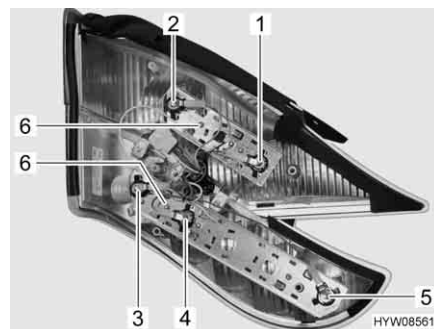

Fig. 171 Luci posteriori (lato posteriore)
- Svitare le due viti Torx (Fig. 171,6) del listello di supporto interessato sul lato posteriore dell'alloggiamento.